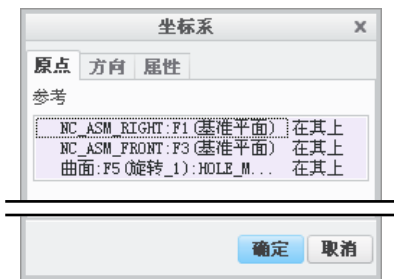
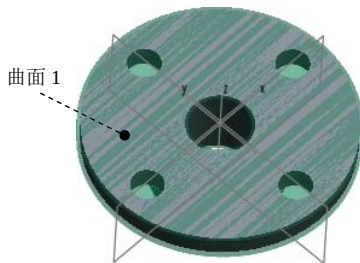

图 4.1.5 “坐标系”对话框
图 4.1.6 坐标系的建立
Step5. 机床坐标系设置。在“操作”操控板中单击 按钮，在弹出的菜单中选择 命令，系统弹出图 4.1.5 所示的“坐标系”对话框。按住 Ctrl 键依次选择 NC_ASM_RIGHT、NC_ASM_FRONT 基准面和图 4.1.6 所示的曲面 1 作为创建坐标系的三个参考平面，单击 按钮完成坐标系的创建，返回到“操作”操控板。单击 按钮，系统自动选取 Step4 创建的坐标系作为加工坐标系。